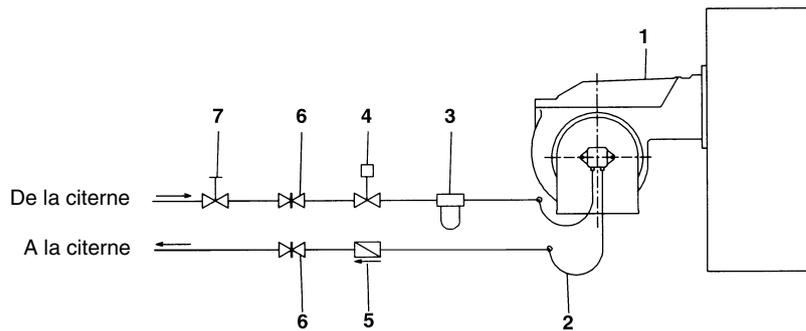

Fig. 6 - Installation bitube
**REMARQUE:** dans les installations de levage à gravité et à anneau, insérer un dispositif d'interception automatique (voir n° 4 - Fig. 6).